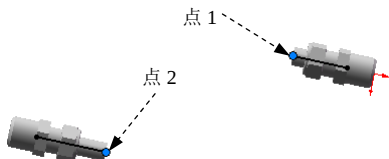
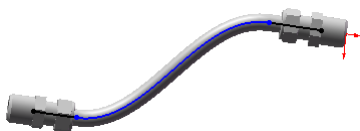

图 11.6.19 选取自动步路点
图 11.6.20 完成自动步路
Step4. 自动步路。选取图 11.6.19 所示的“点 1”并右击，在弹出的快捷菜单中选择 **自动步路(A)** 命令，系统弹出“自动步路”对话框；选取图 11.6.19 所示的“点 2”为自动步路的终点；单击对话框中的 按钮，完成自动步路的定义，结果如图 11.6.20 所示。